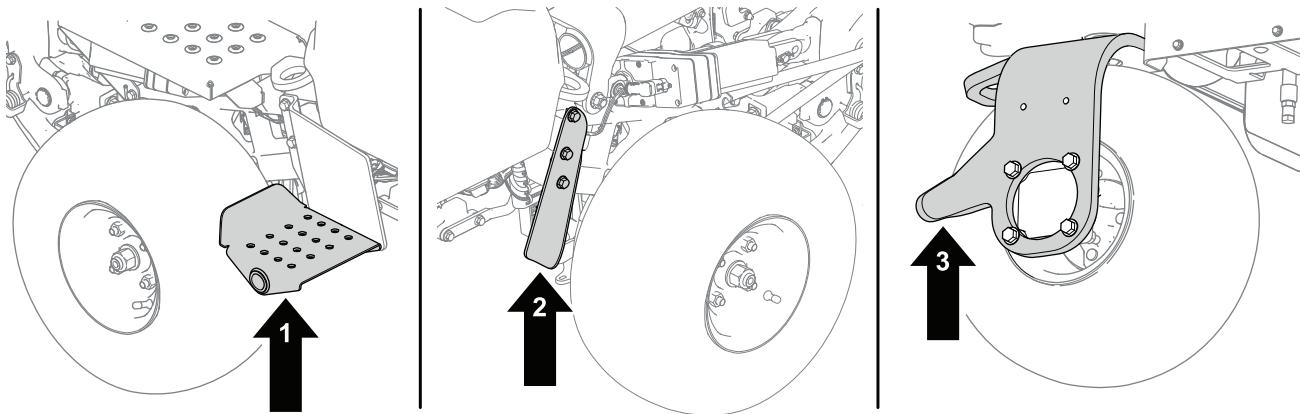

Bild 34
1. Stellen Sie einen Achsständer unter den gewünschten Anhebepunkt (Bild 34):